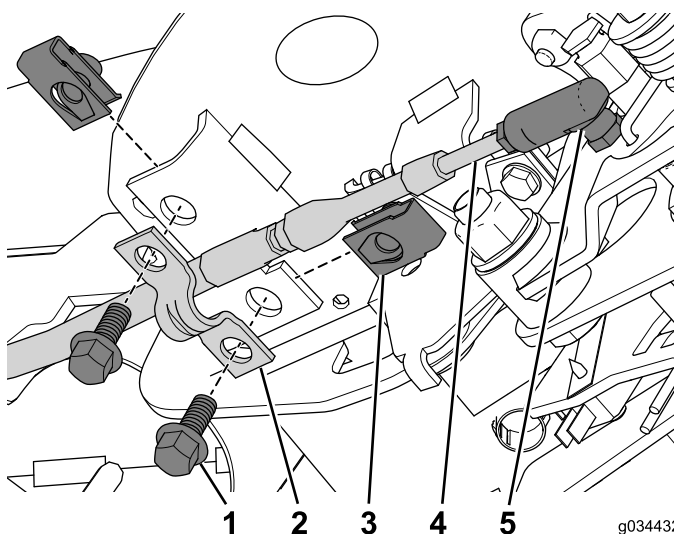

Figura 25
- Conecte el cable del bloqueo de punto muerto al conector del cable (Figura 25).
- Instale la tuerca de retención del conjunto de la consola (Figura 25).
- Utilice los 2 pernos (1/4" x 5/8") para sujetar el cable con la abrazadera a la consola (Figura 25).